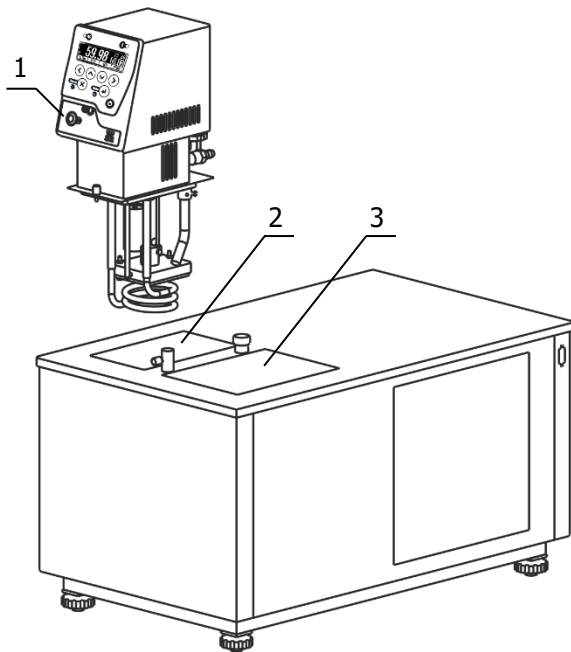
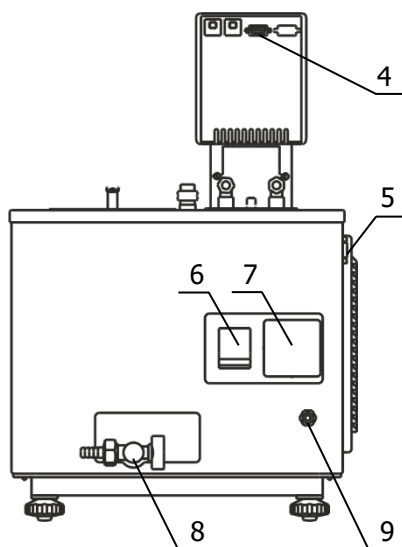

Рисунок 2 — Установка блока регулирования
Рисунок 3 — Задняя панель термостата
2.2.3 Погрузить блок регулирования температуры 1 в отверстие 2 (рисунок 2) и закрепить его винтовыми фиксаторами на крышке термостата.
2.2.4 К переливному штуцеру 9 (рисунок 3) присоединить гибкий шланг, второй конец которого опустить в емкость для сбора излишков теплоносителя объемом 1.5–2 литра.
2.2.5 Заполнить ванну термостата теплоносителем через отверстие над рабочей зоной 3 (рисунок 2) до момента начала слива теплоносителя из переливного штуцера 9 (рисунок 3). Температурный диапазон применения теплоносителя должен соответствовать значениям, указанным в 1.2.6.
2.2.7 Вставить вилку сетевого кабеля блока регулирования в розетку 7 (рисунок 3). Соединить кабелем из комплекта поставки блок регулирования (разъем 4) и холодильную машину (разъем 5). Сетевой кабель термостата подключить к питающей сети. Для этого в лабораторном помещении должна быть установлена электрическая розетка из комплекта поставки термостата.
2.2.8 Автоматический выключатель 6 (рисунок 3) перевести в положение «включено».
2.2.11 Для заполнения соединительных шлангов и устранения воздушных пробок при первом запуске термостата, необходимо включить блок регулирования в режиме прокачки. При работе циркуляционного насоса уровень теплоносителя во внутренней ванне понизится, что может привести к срабатыванию защиты от недостаточного уровня теплоносителя. Доливать теплоноситель следует до тех пор, пока он не начнет переливаться через штуцер 9 (рисунок 3).
2.4.2 Надеть сливной шланг из комплекта поставки на кран 8 (рисунок 3) и закрепить его хомутом. Свободный конец шланга опустить в емкость для сбора теплоносителя объемом, превышающим объем термостата.